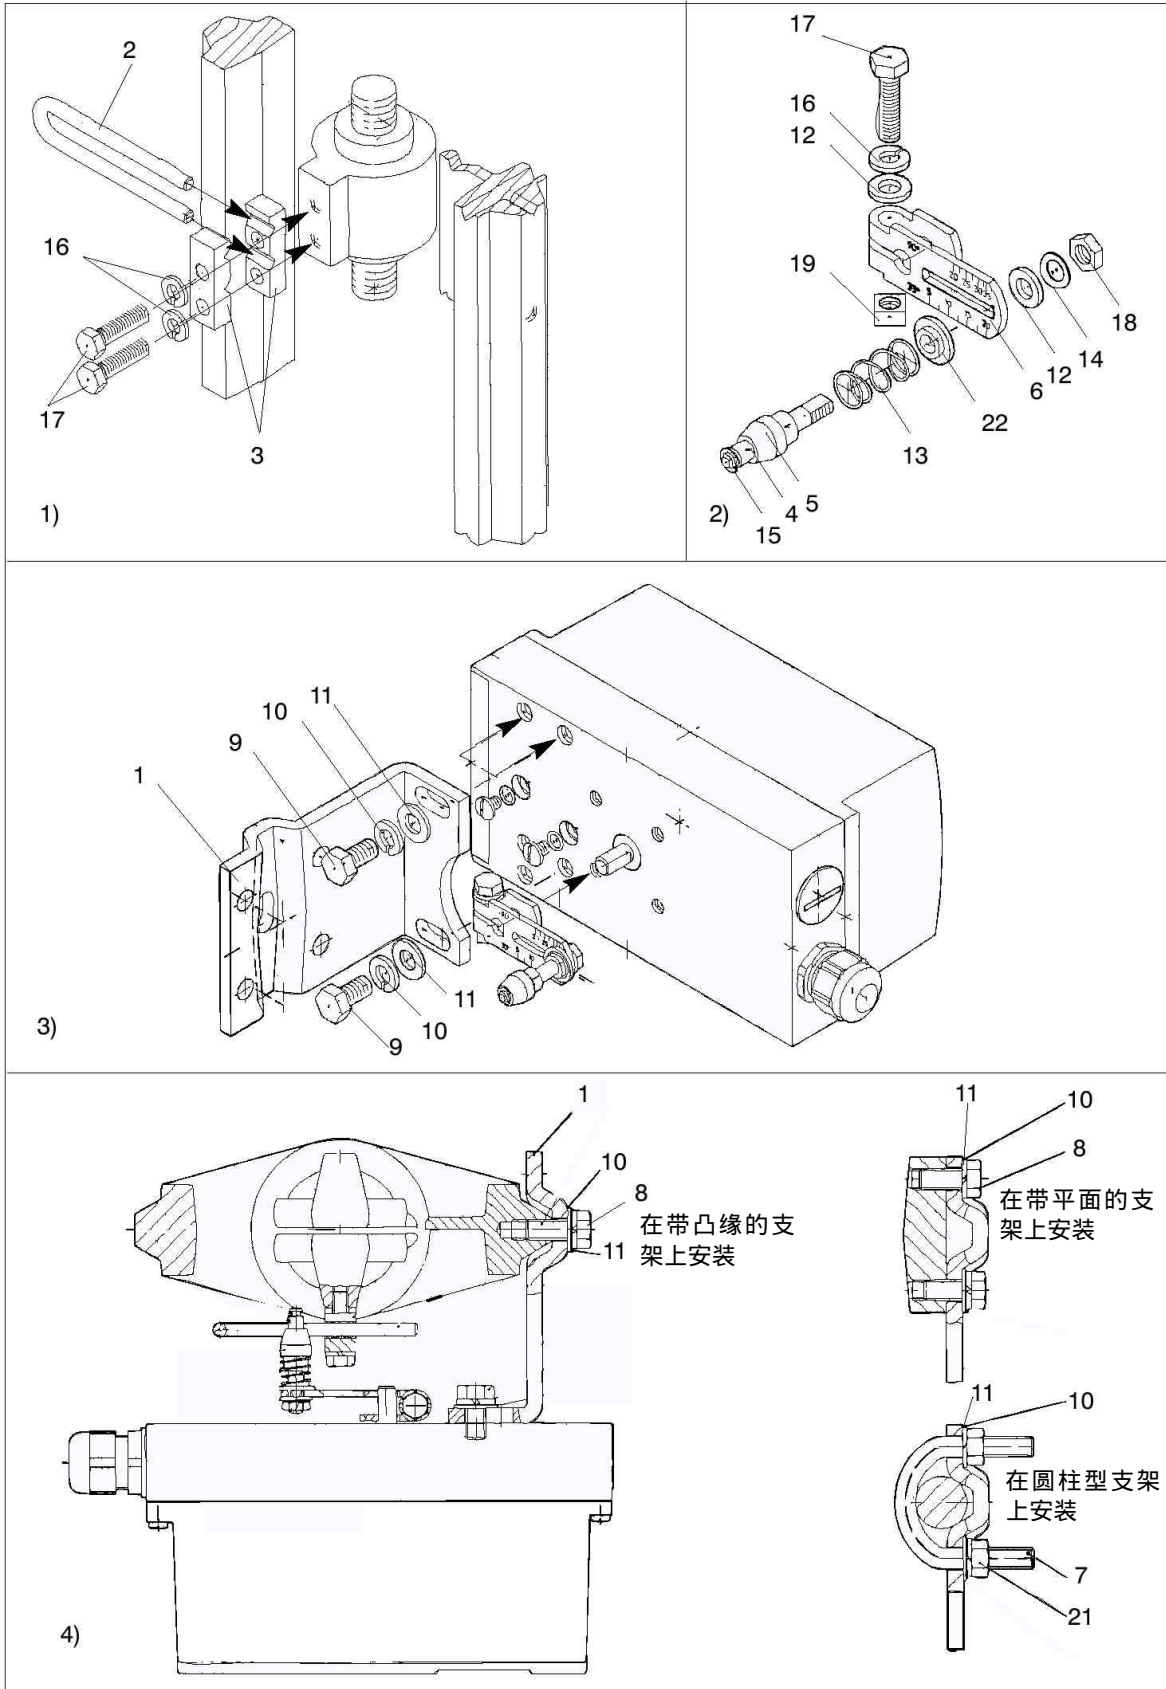

图2 组装顺序（直线型执行器）
IEC534 直行程执行器（3mm~35mm）额外的附件如下（序号见图 2）
3.2.1 组装顺序（见图 2 P8 页）